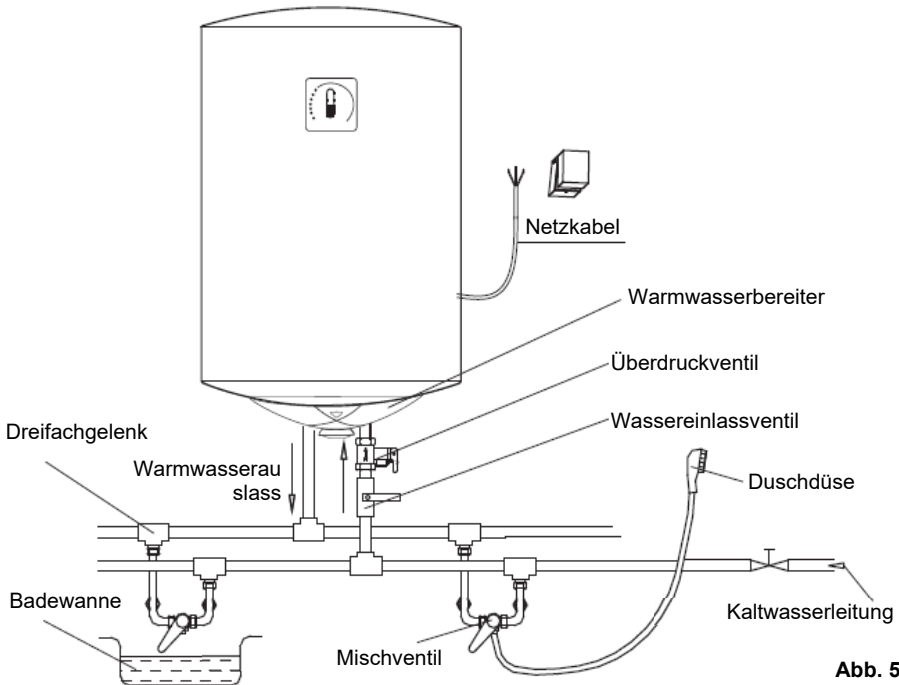

Abb. 5
4. Wenn die Benutzer ein Mehrwege-Versorgungssystem realisieren möchten, beziehen sie sich für den Anschluss der Rohrleitungen auf die in Abb. 5 dargestellte Methode.